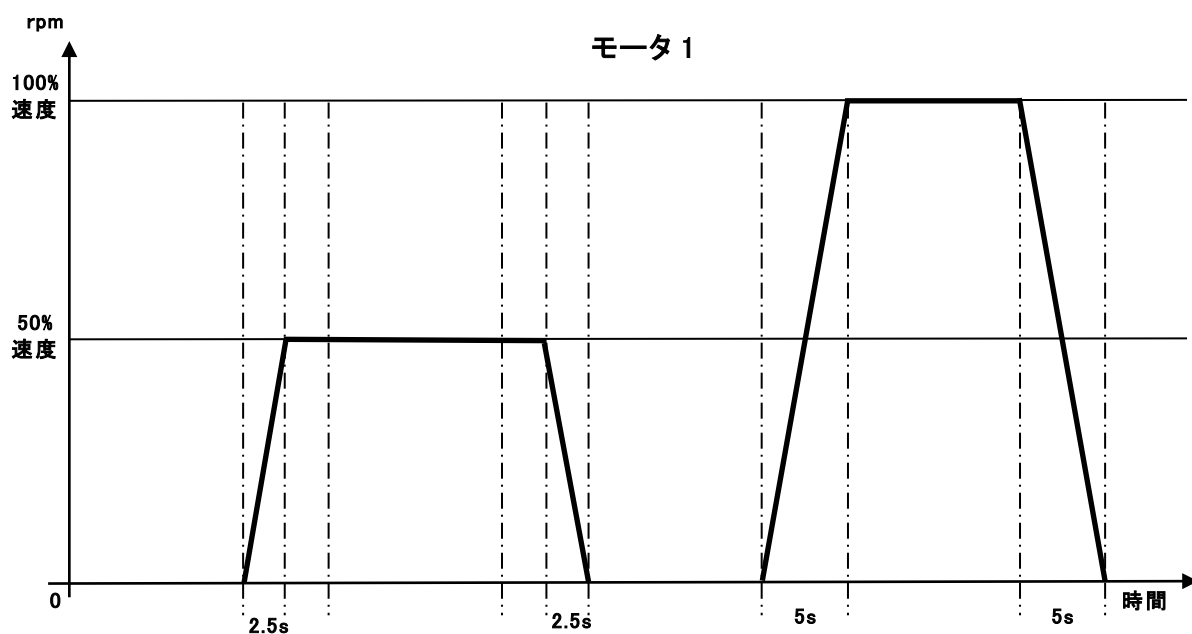

図 5.1 VSD による速度制御
- モータスピードのランプアップおよびランプダウンは、VSD で図 5.1 に従って制御し、0%⇒100%または、100%⇒0%まで 5 秒で到達すること。